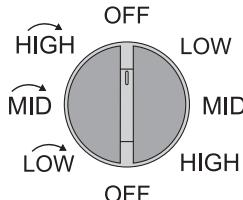

Figura 3 Interruttore di comando
- Il dispositivo ha un interruttore di velocità con 8 posizioni (vedi figura 3). Selezionare la funzione desiderata (vedi tabella) utilizzando l'interruttore.